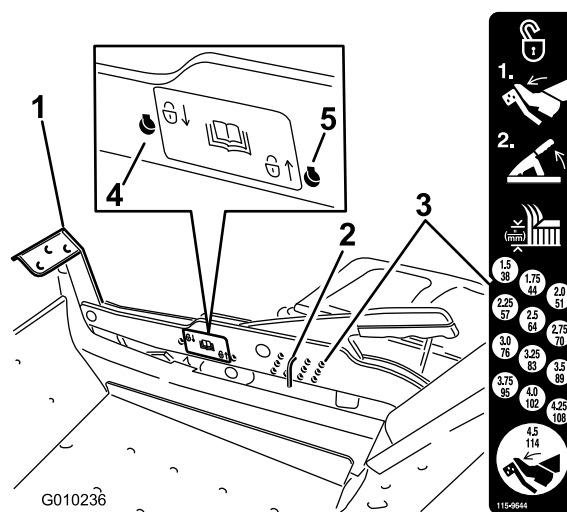

Figura 27
1. Col piede premete il pedale di sollevamento del piatto di taglio e sollevate il piatto in posizione di trasporto (ovvero nella posizione dell'altezza di taglio di 114 mm) (Figura 27).
2. Togliete il perno dalla staffa dell'altezza di taglio (Figura 27).
3. Scegliete il foro inferiore sull'adesivo indicante le posizioni di blocco e inseritevi il perno (Figura 27).
4. Scegliete il foro superiore sull'adesivo indicante le posizioni di blocco e inseritevi il perno (Figura 27).
1. Premete il pedale di sollevamento del piatto di taglio e sollevate il piatto in posizione di trasporto (ovvero nella posizione dell'altezza di taglio di 114 mm) (Figura 27).
2. Per regolare, spostate il perno dalla staffa dell'altezza di taglio (Figura 27).
3. Nel sistema di selezione dell'altezza di taglio scegliete un foro corrispondente all'altezza desiderata ed inserite il perno (Figura 27).